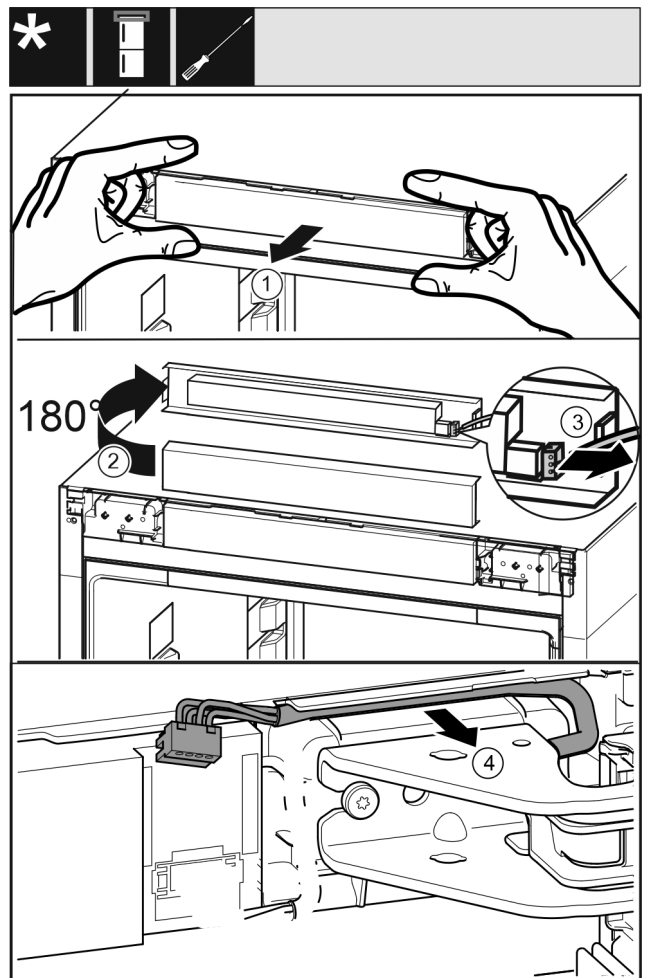

Fig. 9
- ▶ Oprezno odvojite masku uređaja za rukovanje prema naprijed. Fig. 9 (1)
- ▶ Okrenite masku za rukovanje prema gore za 180°. Fig. 9 (2)
- ▶ Pritisnite jezičac prema natrag i oprezno izvucite utikač. Fig. 9 (3)
- ▶ Oprezno otpustite kabel iznad podloška ležaja iz vodilice. Fig. 9 (4)